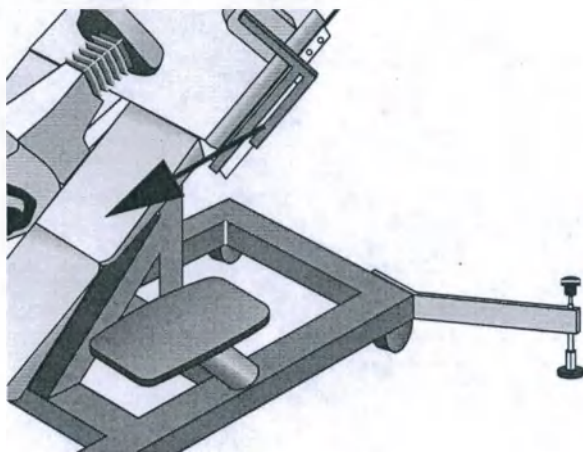

Рис. 4-9. Опора для ног
- Снимите опору для ног, если она мешает подъему пациента (рис. 4-9).